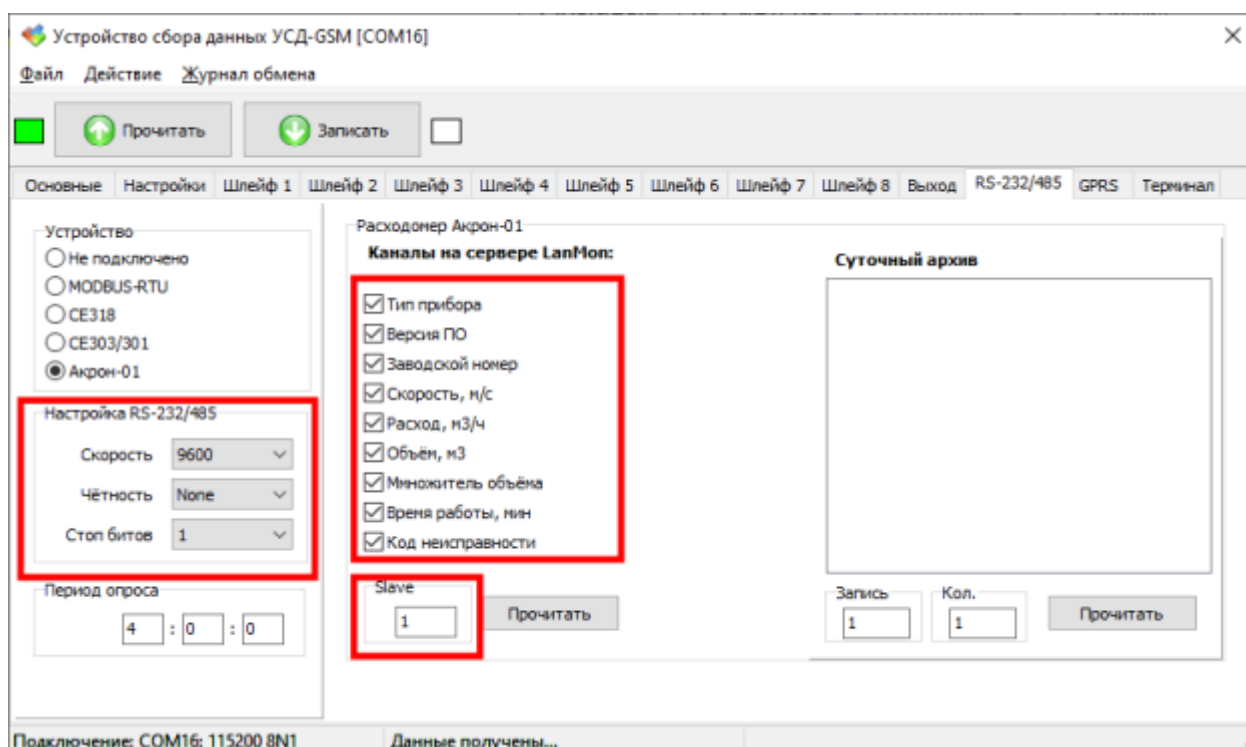

Рисунок 38 – Настраиваемые параметры «Акрон-01»
5. В поле «Каналы на сервере LanMon» установить переключатели напротив нужных параметров. Отмеченные параметры будут передаваться на сервер LanMon (рисунок 38).